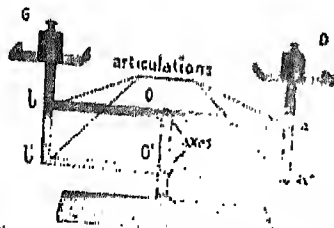

Fig. 8. — Photographie d'une balance de Roberval construite avec un jeu de constructions mécaniques ou avec des planchettes en bois.
8. Construisez une balance de Roberval avec un jeu de constructions mécaniques ou avec des planchettes en bois que vous préparerez à l'atelier. (fig. 8).